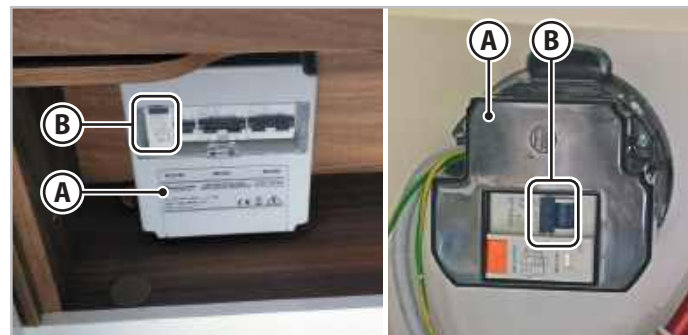

Fig.6.28 - Panneau d'alimentation
Le panneau d'alimentation 220 V (**A** - Fig.6.28) du véhicule est protégé par un disjoncteur magnétothermique différentiel bipolaire (**B** - Fig.6.28). La prise d'alimentation est dotée du troisième pôle de mise à la terre comme prévu par les normes en vigueur.
1. Abaisser les leviers (**B** - Fig.6.28) du disjoncteur différentiel.
5. Relever les leviers (**B** - Fig.6.28) du disjoncteur différentiel.